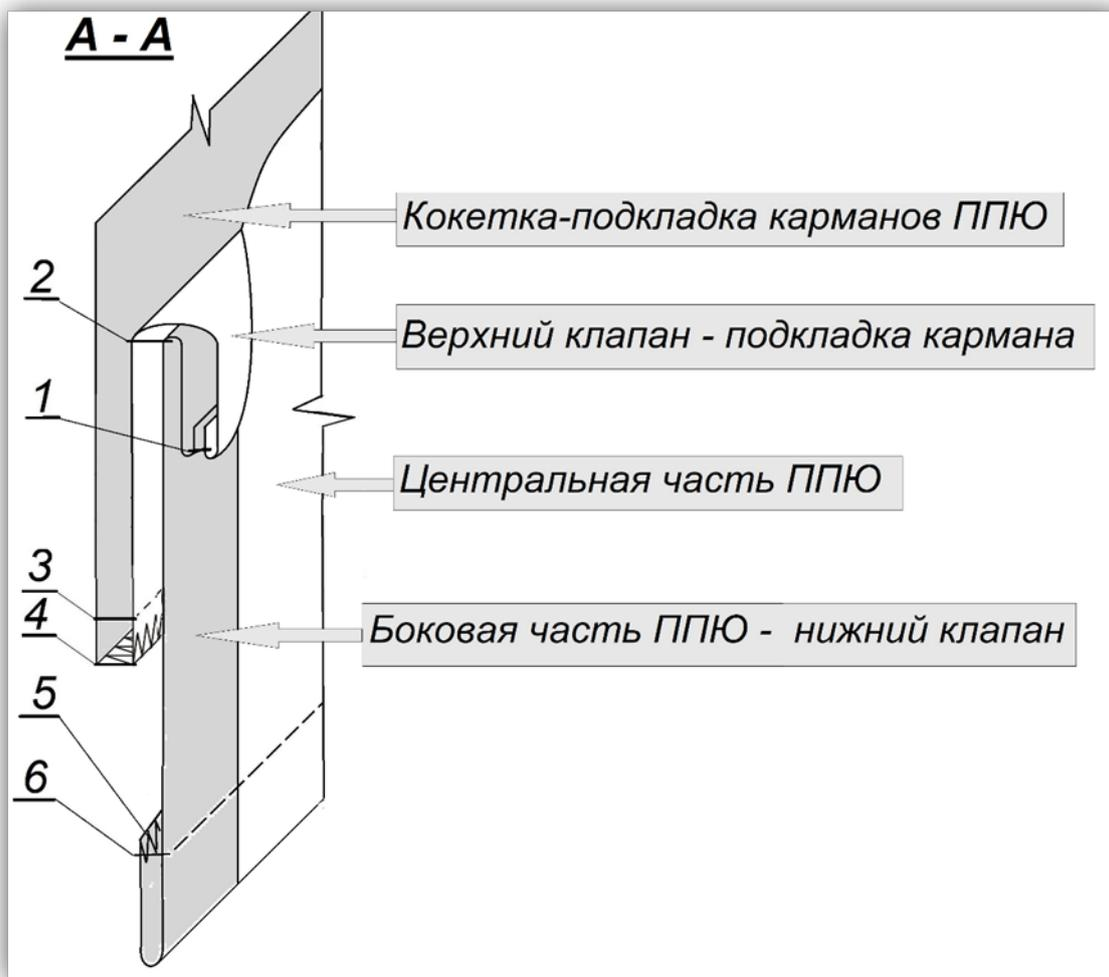

Рисунок 2 – Схема обработки кармана в шве с клапаном-отворотом и обработки низа ППЮ
2) При пошиве можете воспользоваться рекомендованной технологической последовательностью изготовления, приведенной ниже (стр. 7), а также схемой обработки (стр. 8, рис. 2), или применить свой метод изготовления, не ухудшающий качество и полностью соответствующий заданному внешнему виду фрагмента модели женского платья.
4. Обтачать нижний клапан-отворот верхним клапаном-отворотом, цельнокроенным с подкладкой кармана, ш. шва 0,7 см (рис. 2, стр. 1)
9. Закрепить клапан – отворот вдоль перегиба строчкой с учетом перегиба (рис. 2, стр. 2)
10. Притачать кокетку к верхнему срезу ППЮ, одновременно (или последовательно) стачивая внутренние срезы подкладки карманов, ш. шва 1,0 см (рис. 2, стр. 3)
11. Обметать шов притачивания кокетки и внутренний шов подкладки кармана (рис. 2, стр. 4)
13. Обметать срез низа ППЮ (рис. 2, стр. 5)
15. Застрочить низ ППЮ строчкой на расстоянии 2,5 см (рис. 2, стр. 6)